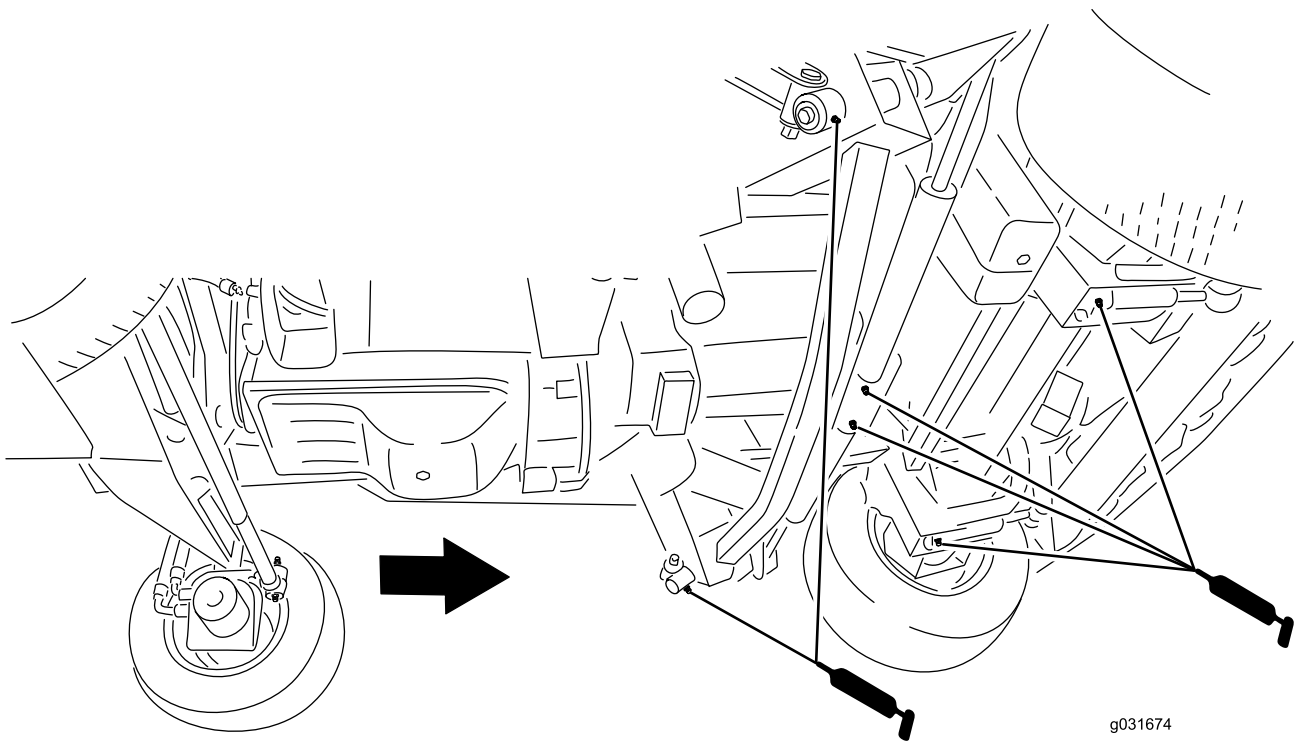

Figura 69
- 2 brazos de impacto (Figura 69)
- 2 pivotes de cilindros de elevación de carcassa delantera (Figura 69)
- 2 pivotes de cilindros de elevación de carcassa lateral (Figura 69)